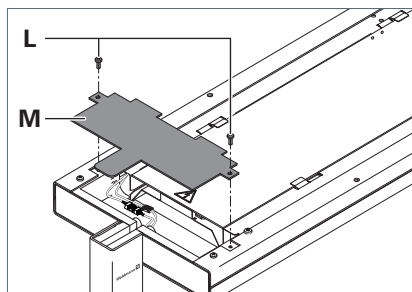

Fig. 6: Abdeckung montieren.
- Setzen Sie die Abdeckung **M** auf den Leuchtenkopf, siehe Fig. 6.